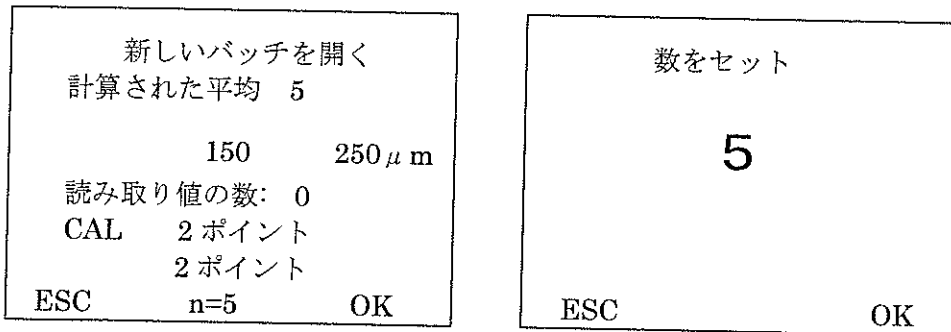

図 44 設定データの収集法、計算された平均 n=5
- ・ 計算された平均: n - 読み取り値は事前セットのグループ f で読み取られ、不履行の数は 5 読み取り値 n=5 です (図 44 参照)。夫々のグループの最後で計器はピーッと鳴り、グループの平均値を計算して統計計算に使用されるこの平均値を収納します。グループ) の個々の読み取り値は収納されません。n の数値は n=5h のソフトキーを押すことで変更g することができます。